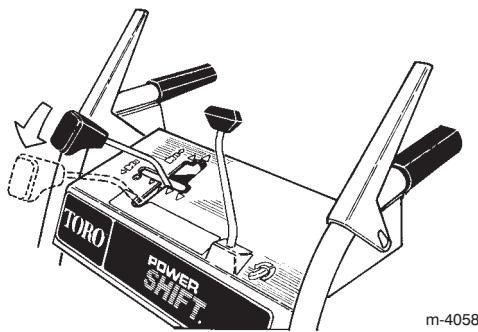

Bild 11
- Bringen Sie die Räder in die **hintere** Power Shift-Position, indem Sie an den Handgriffen nach oben ziehen und den Schalthebel ganz nach vorne bewegen (Bild 11).